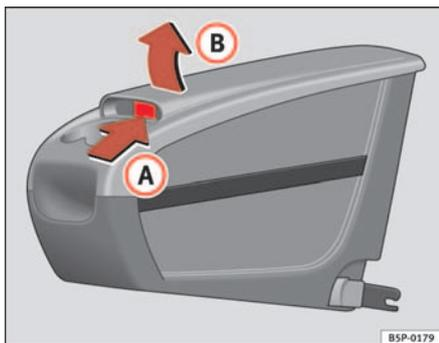

Fig. 111 Portaobjetos móvil. Apertura
- Levante la tapa **B**, por la zona **A** ⇒ fig. 111.